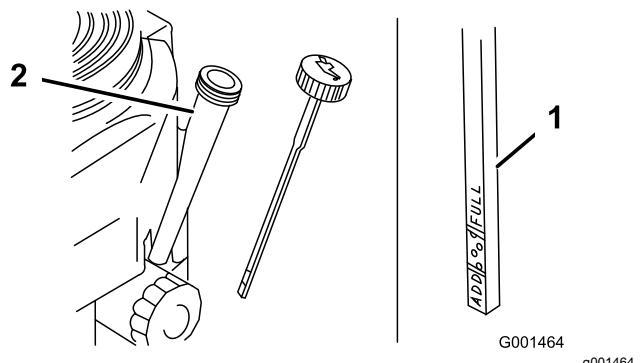

Figura 25
- Limpie alrededor de la varilla de aceite (Figura 25) para impedir que caiga suciedad por el orificio de llenado y cause daños en el motor.
- Desenrosque la varilla de aceite y límpie el extremo (Figura 25).
- Deslice la varilla a fondo en el tubo de llenado, pero no la enrosque en el tubo (Figura 25).
10. Vierta lentamente un 80% aproximadamente de la cantidad especificada de aceite por el tubo de llenado (Figura 25).